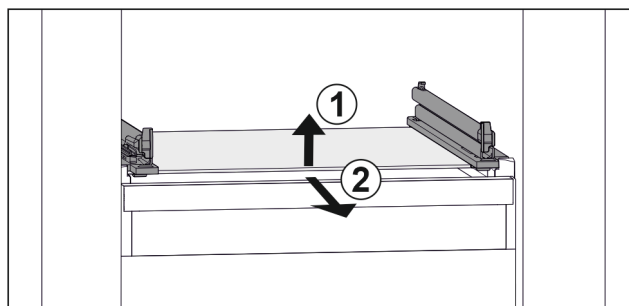

Fig. 97 Rappresentazione esemplificativa del ripiano in vetro
- ▶ Sollevare il ripiano in vetro dal davanti. Fig. 97 (1)
- ▶ Rimuovere il ripiano in vetro tirando in avanti. Fig. 97 (2)